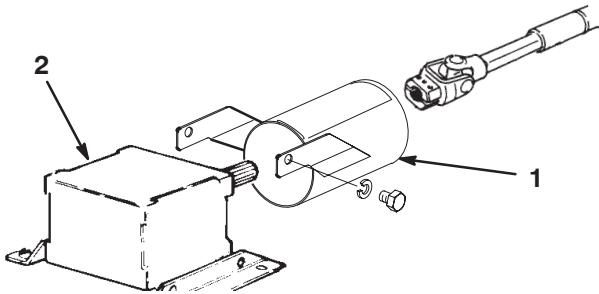

Figura 7
4. Deslice el protector del árbol de la toma de fuerza sobre el árbol de la toma de fuerza, posicionándolo según muestra la Figura 7.